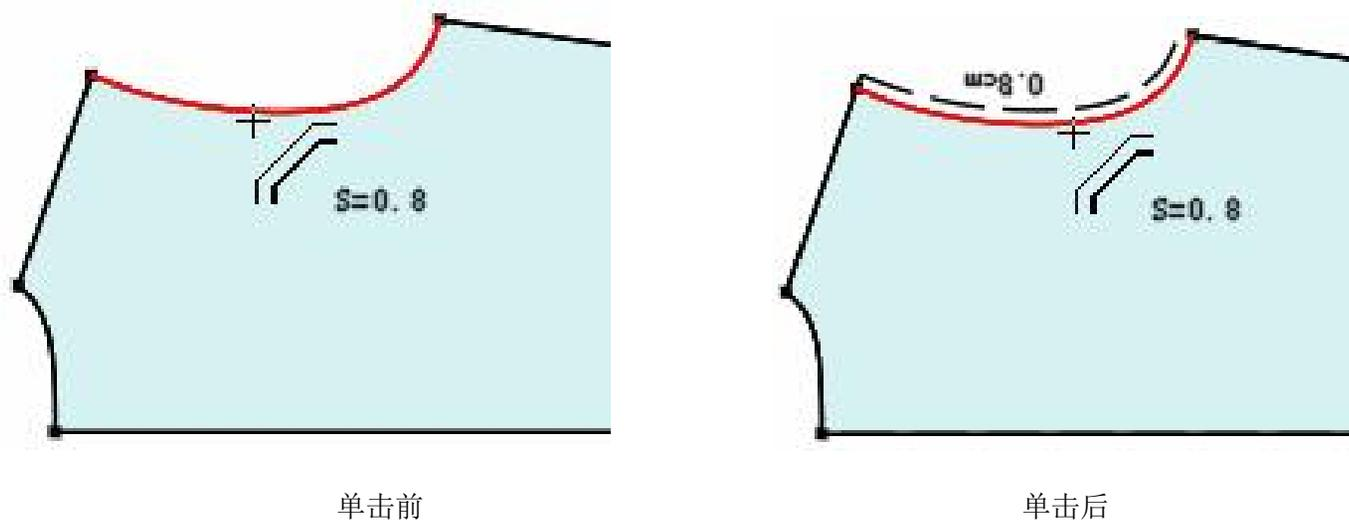

图 35.3
3. **先定缝份量，再单击纸样边线修改（加）缝份量：**选中加缝份工具后，敲数字键后按回车，再用鼠标在纸样边线上单击，缝份量即被更改（如图 35.3）。